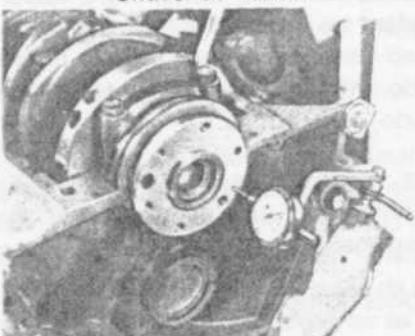

fig. 4
- Instalar um micro-comparador, fazendo a apaineladora apoiar-se contra o flange da árvore de manivelas, e a linha de centro do eixo do indicador, ficar paralela à linha de centro da árvore (fig. 4)